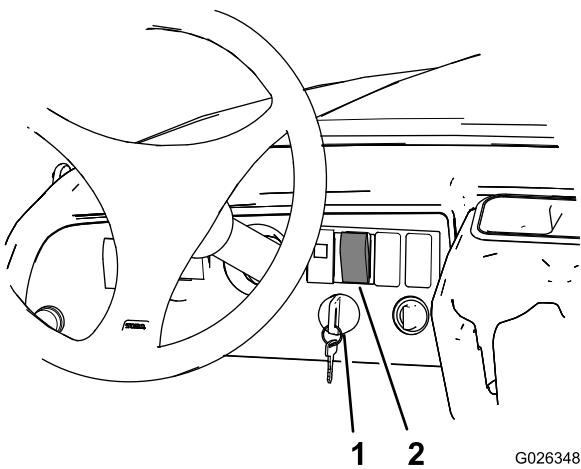

Figura 6
1. Girate l'interruttore a chiave in posizione On (Figura 6).
2. Premete la metà superiore dell'interruttore di sollevamento del pianale fino a quando il pianale non è completamente sollevato (Figura 6).
3. Girate l'interruttore a chiave in posizione Off (Figura 6).
7. Girate l'interruttore a chiave in posizione On (Figura 6).
8. Premete la metà inferiore dell'interruttore di sollevamento del pianale fino a quando l'attuatore del pianale non è completamente ritratto (Figura 6).
9. Girate l'interruttore a chiave in posizione Off (Figura 6).